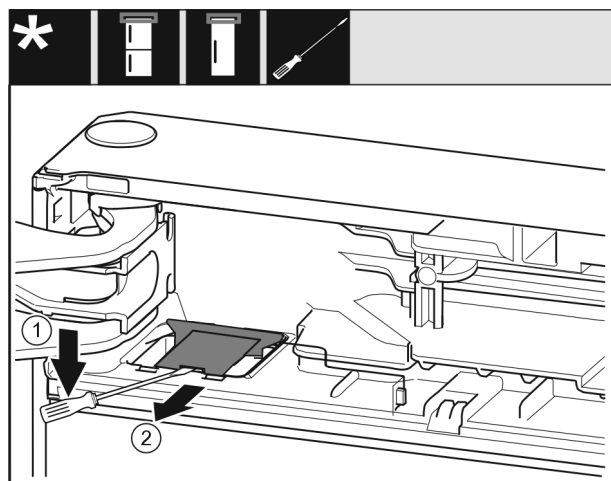

Fig. 7
- Plochým šroubovákem uvolněte kryt a zvedněte jej nahoru. Fig. 7 (1)
- Sejměte kryt. Fig. 7 (2)